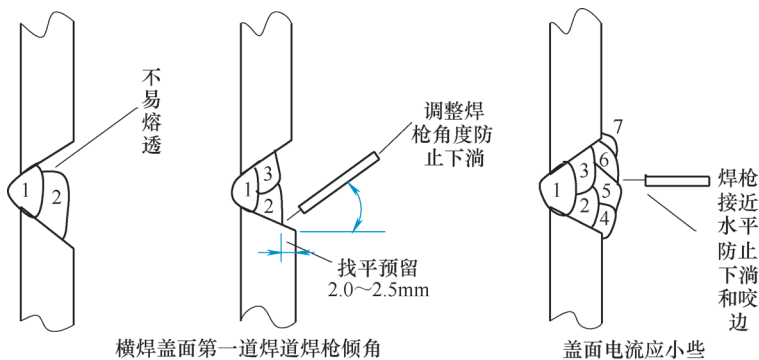

图2 横焊缝焊接要点及焊枪角度变化示意
(3) 横焊位 横焊位中厚板采用多层、多道焊接，容易产生焊接缺陷种类较多，主要是由于焊接层次不当、焊枪角度不合理、各种焊接参数之间不匹配所致。横焊缝焊接要点及焊枪角度变化如图2所示。
(4) 仰焊位 仰焊位焊接